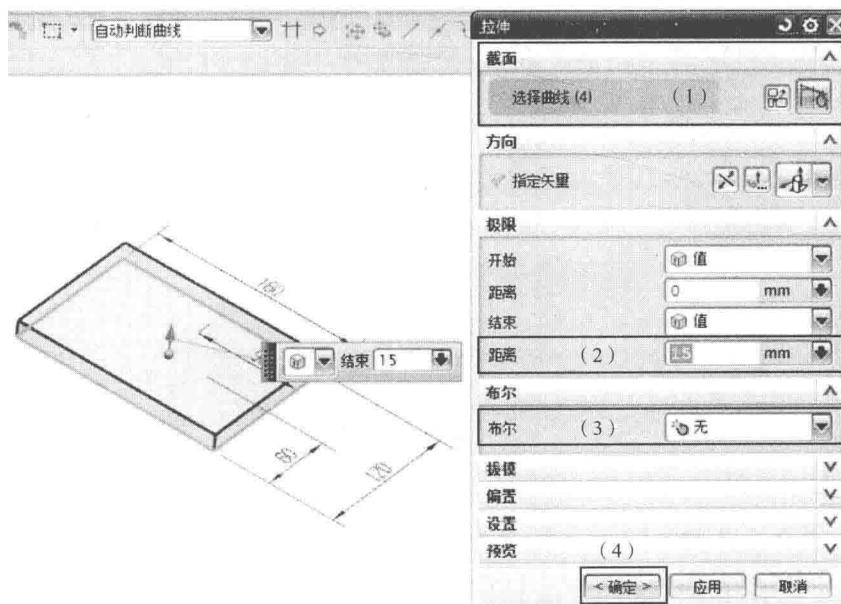

图 1-7 【拉伸】对话框
(1) 依次单击【插入】—【设计特征】—【拉伸】命令 拉伸 ，弹出如图 1-7 所示的【拉伸】对话框。选择第 1 步草绘的曲线为截面曲线，系统会自动在绘图区域生成该曲线的拉伸预览图，如图 1-7 所示；